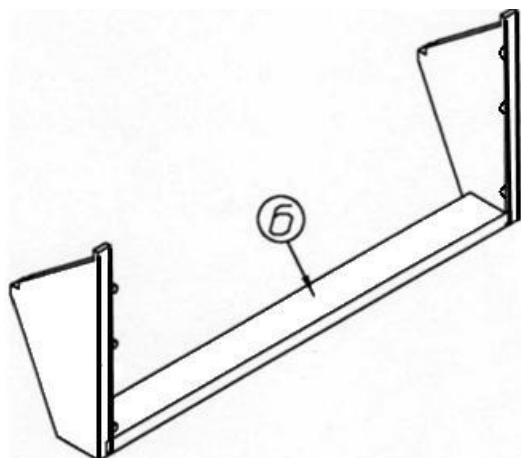
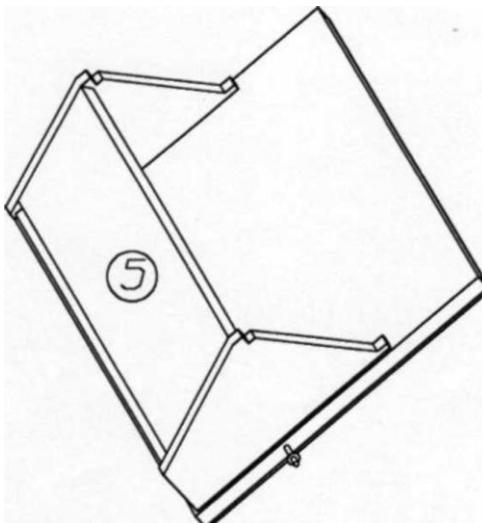

Рис. 3
Рис. 4
7. Между двумя пластиковыми боковинами устройства поворотного под обувь установить вставки **6** (рис.3) и **5** (рис. 4), закрепить их с помощью саморезов 3,5\*16.